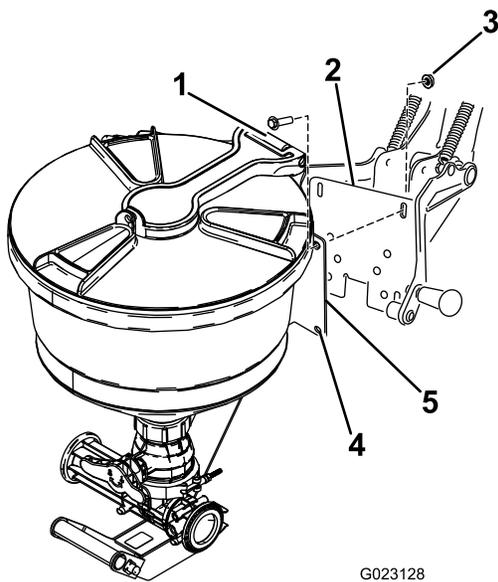

Figura 11
5. Alinhe os furos na placa de montagem do conjunto do misturador com os furos ranhurados na placa posterior da cavidade (Figura 11).